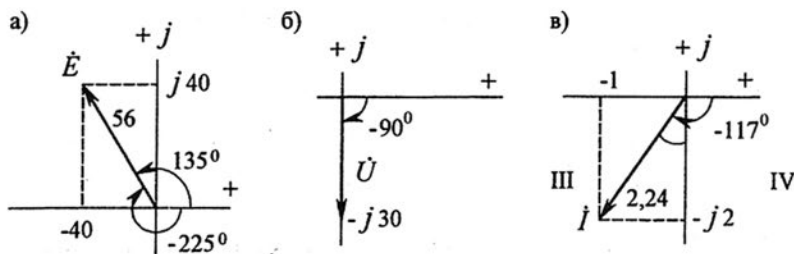

Рис. 1.14
- показательная форма комплекса ЭДС (Рис. 1.14а).
казательная форма комплекса напряжения (рис. 1.14б).
Векторные диаграммы  $\dot{E}$ ,  $\dot{U}$ ,  $\dot{I}$  представлены на рис. 1.14а,б,в. Вектор нужно располагать относительно оси действительных чисел +.